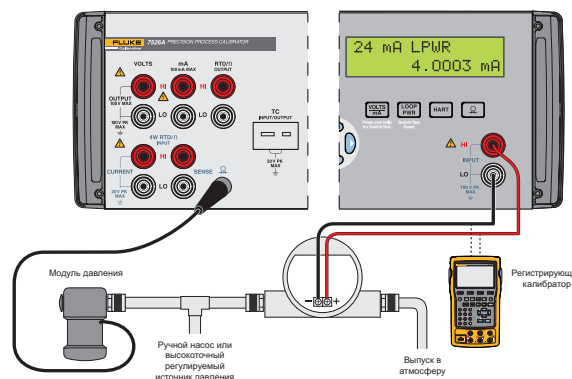

Рис. 4 Подключение модуля давления, источника и датчика
1. Выполнить необходимые подключения к модулю давления, источнику давления и датчику давления, как показано на рис. 4. Подсоединения должны быть плотными для обеспечения правильной калибровки. Подсоединить со стороны высокого давления (H) и убедиться, что со стороны низкого давления (L) осуществляется выход в атмосферу.